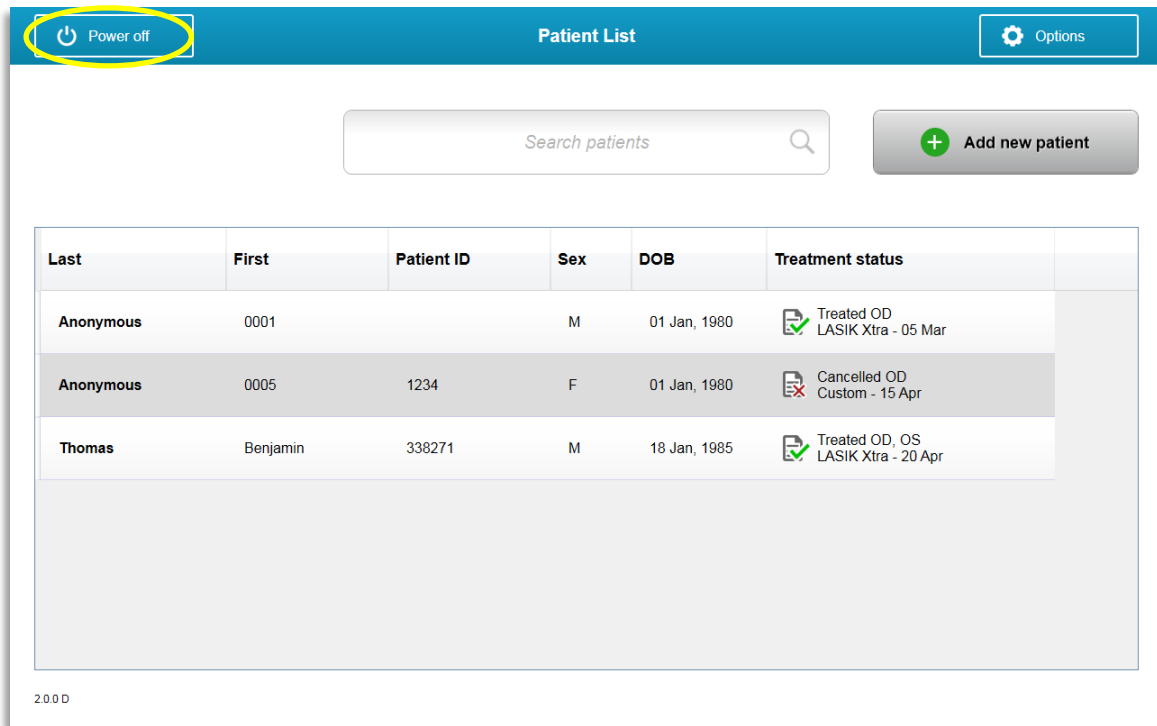

Figura 3-47. Seleccione “Desligar”
- Selecione “Desligar” (Power Off) no ecrã principal da Lista de doentes como mostrado na figura 3-47.